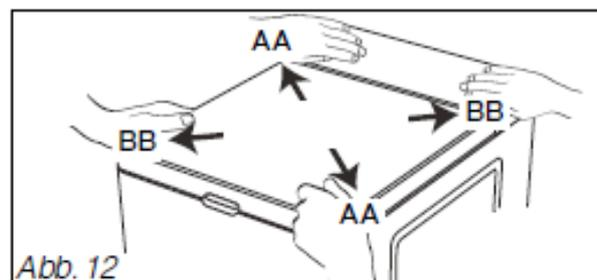

Abb. 12
- Durch diagonale Druckeinwirkung auf den Deckel die Stabilität der Maschine prüfen (Richtung AA, anschließend Richtung BB) (Abb. 12). **Die Maschine darf sich nicht bewegen.**